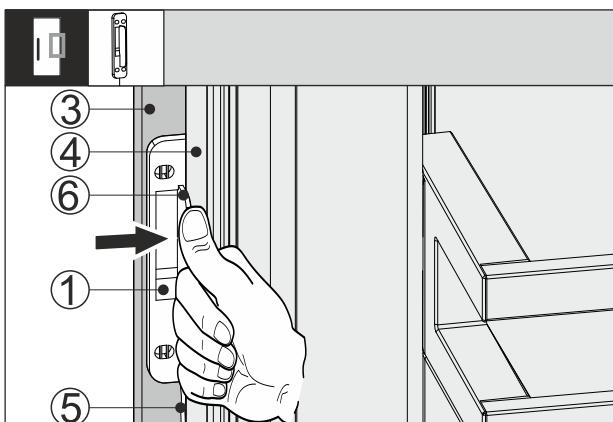

Fig. 66
- Empujar el sensor de golpes Fig. 66 (1) entre el frente del mueble Fig. 66 (3) y la puerta del electrodoméstico Fig. 66 (4) de forma que el cable Fig. 66 (5) quede ligeramente tensado. El tope Fig. 66 (6) del sensor de golpes se encuentra en la puerta del electrodoméstico Fig. 66 (4).
- Presionar el sensor de golpes Fig. 66 (1) en el frente de mueble Fig. 66 (3).
- El sensor de golpes Fig. 66 (1) está fijado. La fijación del sensor de golpes optimiza la transmisión de la señal de golpes.
- La fijación permanente del sensor de golpes Fig. 66 (1) aumenta la vida útil.
- Atornillar el sensor de golpes Fig. 66 (1) al frente de mueble Fig. 66 (3) utilizando los tornillos suministrados.